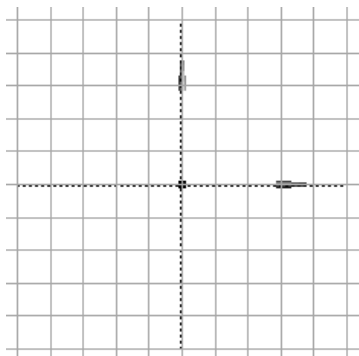

图 3.2.13 显示草图栅格
- **Show in 2D:** ☒ 选项：选中该选项，显示草绘栅格（图 3.2.13）。